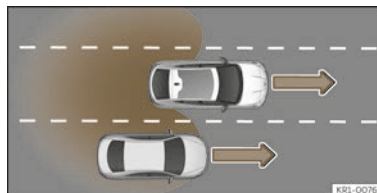

Abb. 155 Überholen auf der mittleren Spur und anschließender Wechsel auf die rechte Fahrbahn.
- Bei Überholung eines anderen Fahrzeugs >>> (**Abb. 155**) mit einer Geschwindigkeitsdifferenz von ca. 10 km/h (6 mph). Erfolgt die Überholung wesentlich schneller, erfolgt keine Anzeige.